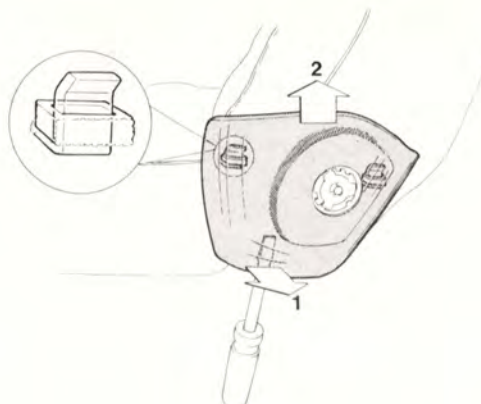

Bild 8-41. Demontering av plastkåpa
6. Demontera beslagens plastkåpor. Kåporna bänds loss i nederkanten och trycks därefter uppåt, bild 8-41.